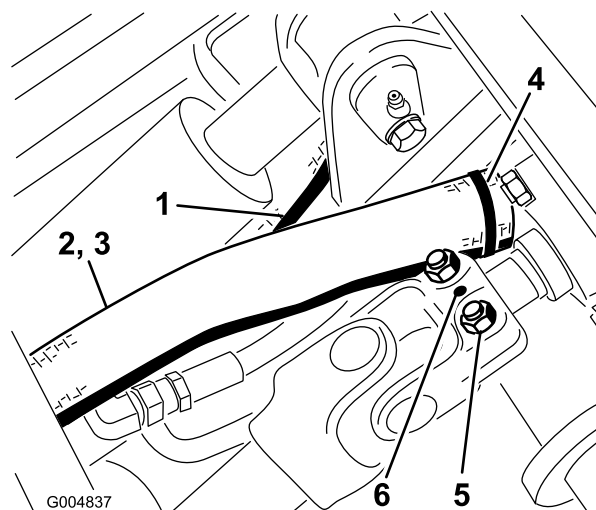

Figure 20
6. Accouplez l'arbre d'entraînement à l'arbre du boîtier d'engrenages dans le cadre d'hiver et serrez les boulons (5/16 po) à un couple de 20 à 25 Nm (175 à 225 po-lb). Posez la goupille cylindrique (Figure 20).